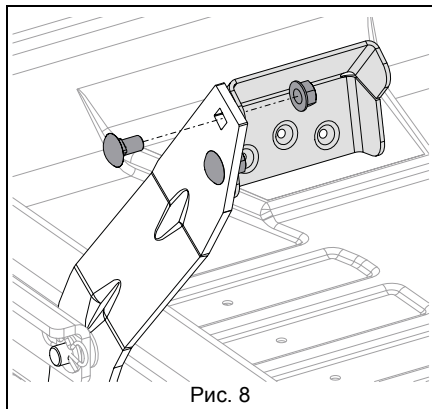

Рис. 8
См. Рис. 8.
2. Поверните педаль, как показано на Рис. 8, и прикрепите к машине с помощью крепежных элементов, снятых в шаге 1.